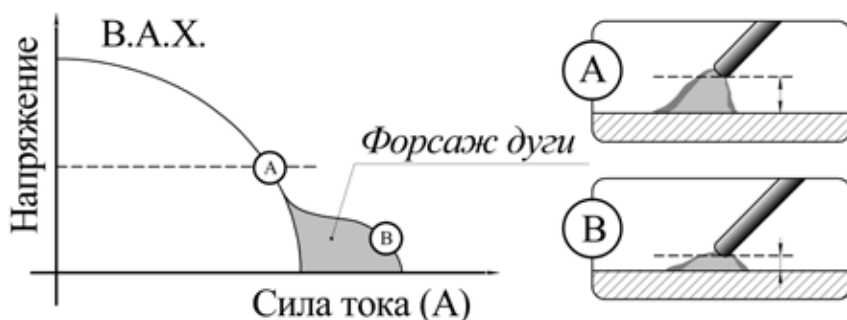

Рис. 7.2. Форсаж дуги.
**Форсаж дуги** - рекомендуется при сварке покрытыми электродами и мых токах. Если по каким-либо причинам сварочная дуга не может загореть в процессе сварки, происходит вот так: типичный набор силы сварочного тока до нестроеной величины (см. рисунок 7.2) (**кроме аппаратов серии PRO ARC 160 (Z206) и PRO ARC 200 (Z207)**).